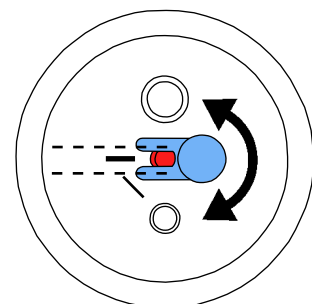

図 13
- 25~70 μm のプラストタンクと一致するように、流入ノズルを調節しなければなりません（図 13）！